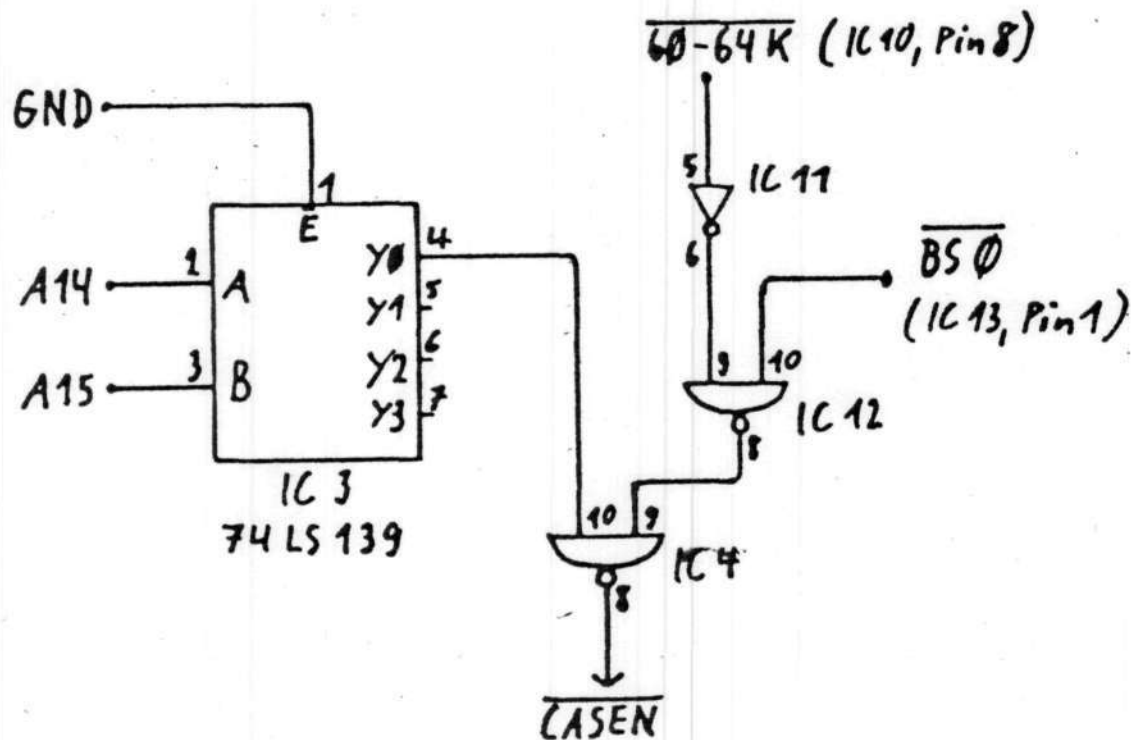

Abb. 8 Erzeugung des CAS-Treiber-Freigabe-signals CASEN für den 64K-Block auf dem CPU-Board
Die NAND Verknüpfung der Signale  $\overline{BS 0}$  (IC 13, Pin 1) und  $\overline{MAIN} = 0 - 60$  (56) K (IC 11, Pin 8) über IC 12, Ausgang Pin 8 wird mit dem in der Banking Schaltung in der zweiten Hälfte des IC 3 (74 LS 139) aus A 14 und A 15 gewonnenen Signale  $\overline{0 - 16 K}$  im IC 4 NAND-verknüpft und ergibt das Freigabesignal  $\overline{CASEN}$  für den CAS-Treiber Z 37 (74 LS 367) Pin 15 auf dem CPU-Board (Abb.8).